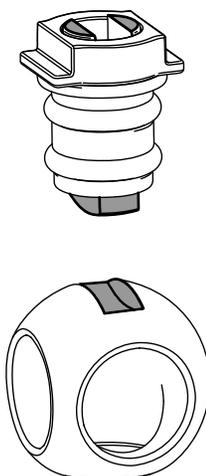

Figure 112
6. Insérez la bille dans le corps de la vanne (Figure 112).
**Remarque:** La tige de la valve doit entrer dans la fente d'entraînement de la bille. Si la tige de la valve ne rentre pas, ajustez la position de la bille (Figure 112).